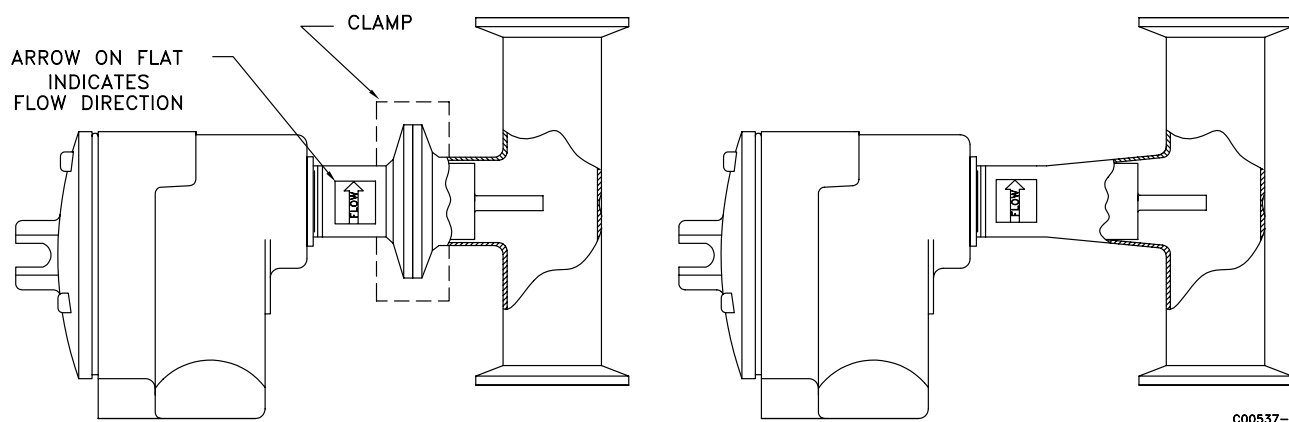

Figura 2-4 Elementos de Fluxo Sanitário FLT93C (RC e CIP)
O instrumento é inserido na conexão de processo com conexões de braçadeiras removíveis. O conjunto sanitário de Braçadeira Removível (RC) contém uma conexão de braçadeira removível com o elemento de fluxo. O conjunto sanitário de Limpeza no Local (CIP) tem o elemento de fluxo soldado diretamente no tubo de processo fixo. Fora isso, estes instrumentos funcionam exatamente da mesma maneira que o FLT93F ou FLT93S. Veja no Apêndice A o diagrama das dimensões dos instrumentos. A Figura 2-4 também mostra os conjuntos sanitários.